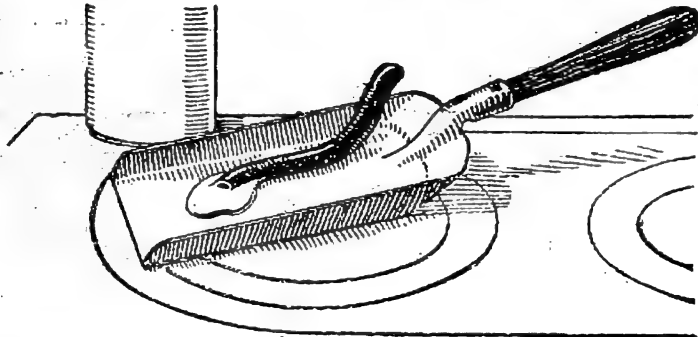

Fig. 3. — Le plomb chauffé fond rapidement.
**8. Le plomb fond facilement.** — Sur une pelle à feu, plaçons quelques copeaux détachés du tuyau de plomb et chauffons sur un foyer (fig. 3). Le plomb fond rapidement. Liquide, il est d'un blanc brillant, mais sa surface se recouvre bientôt de plomb.